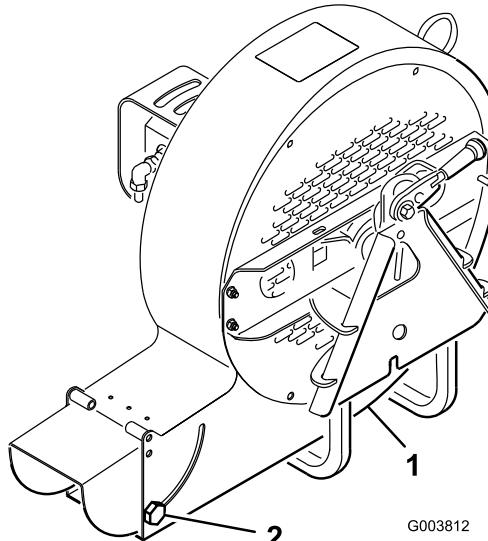

Figura 5
L'apertura di scarico (Figura 5) può essere regolata per aumentare o diminuire la velocità e il volume dell'aria in uscita. Diminuendo la dimensione dell'apertura dello scarico, la velocità dell'aria aumenta.
1. Allentate le viti di montaggio del deflettore dell'apertura di scarico (Figura 5).